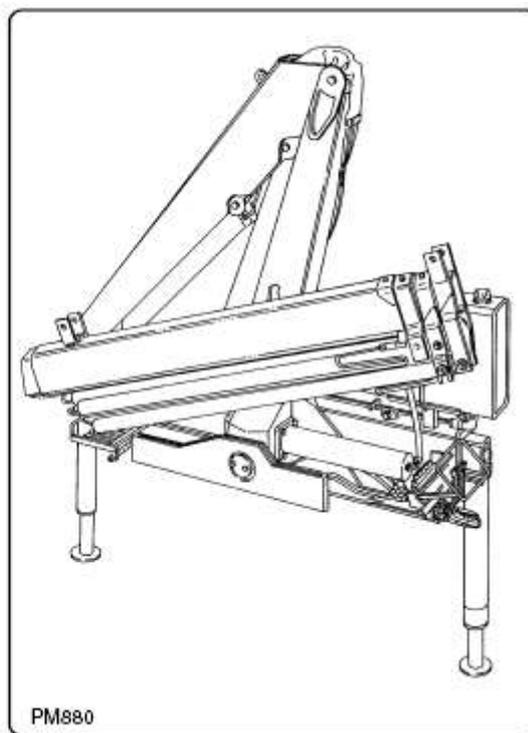

Рис. 8.15.2
- г) сложите кран, чтобы привести его в исходное положение (рис. 8.15.2), и заполните бак чистым маслом до необходимого уровня.